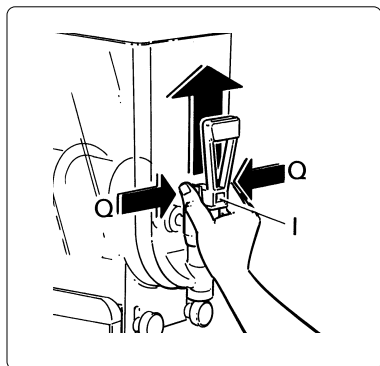

Fig. 12
- appuyez en même temps sur les deux ailettes de blocage (Q) et levez le robinet (I) pour le retirer de son propre logement (voir la fig. 12).